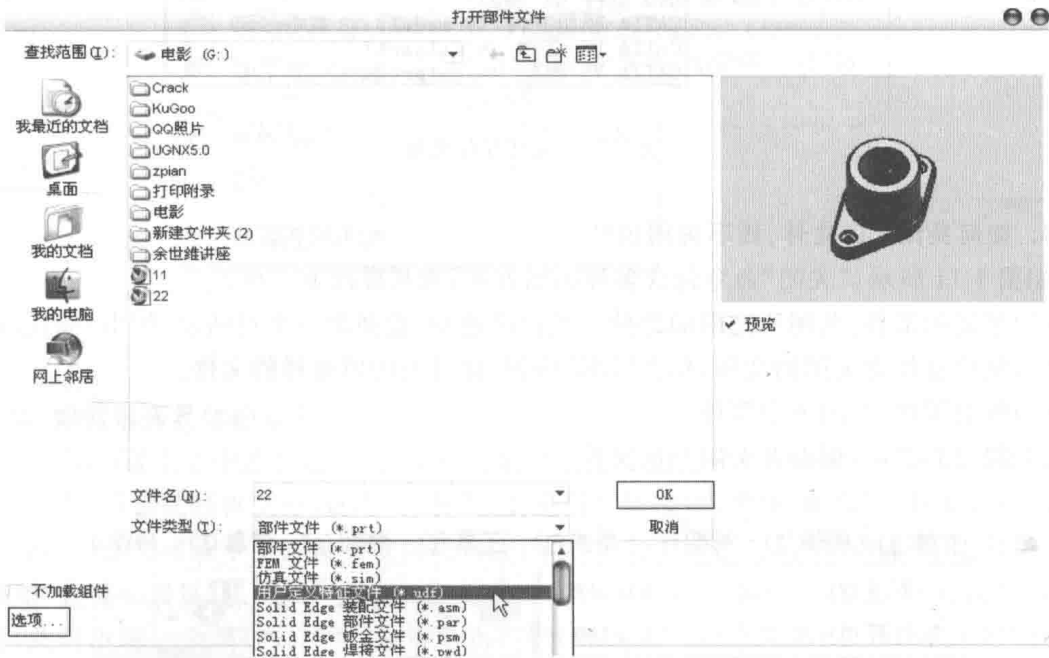

图 1-9 “打开部件文件”对话框
- (1)单击“标准”工具栏中  的或菜单栏中的“文件”|“打开”,“打开部件文件”对话框如图 1-9 所示,它的“文件类型”栏可以当作文件过滤器使用,即当指定文件类型为 *.prt 文件时,文件夹内仅显示 *.prt 类型的文件。
- (2)在文件夹内单击所需的文件,右侧预览中可显示文件的内容。
- (3)单击“OK”按钮,即可打开一个已经存在的 UG 部件文件。